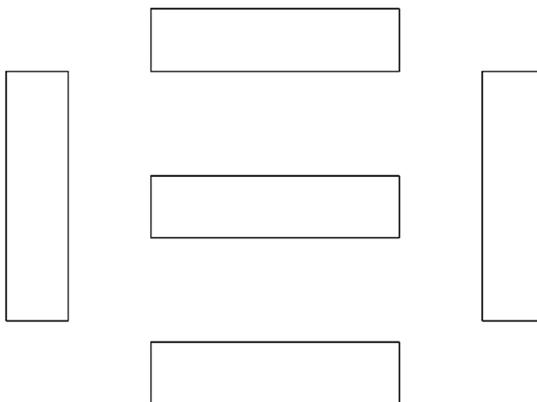

Рис. 3.2
2. Использовать команды «ПЕРЕНЕСТИ» и «ПОВЕРНУТЬ». Получить следующую картинку (рис. 3.2).